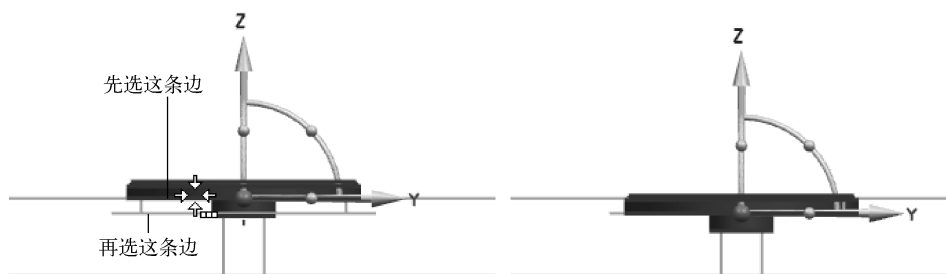

图 9-89 定位环重定位
(6) 在【点构造器】对话框中选择【圆心】图标，在工作区分别选择如图 9-89 所示的定位环的底面和模具面板的上表面，系统即自动将定位环和模具面板吻合，如图 9-89 所示。